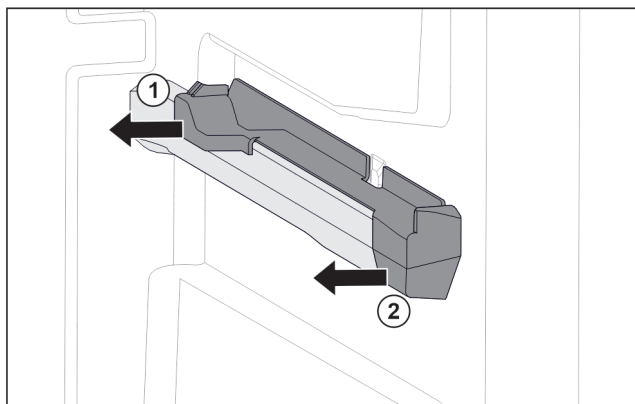

Fig. 152 Felhúzható elem a jobb oldali tartóbordán
- ▶ Oldalra húzza le a felhúzható elemet. Fig. 152 (1)
- ▶ Húzza előre felé a felhúzható elemet. Fig. 152 (2)